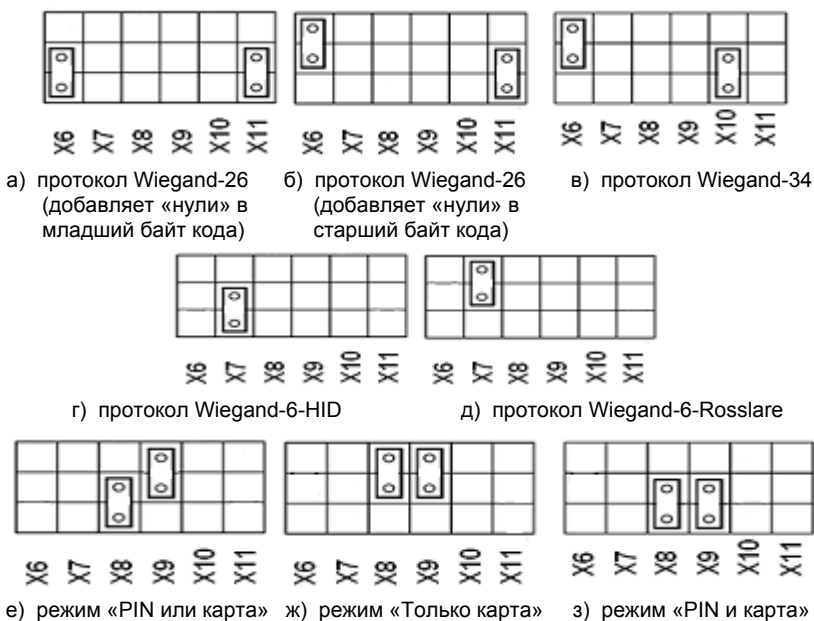

Рисунок 7 – Выбор режима работы адаптера
- в) Установить джамперы (рисунок 6, рисунок 7) в нужное положение;
Отличительной особенностью этого режима является необходимость преобразования 3-байтного кода по протоколу «Wiegand-26» в 4-байтный код по протоколу «2-WIRE». В связи с этим недостающий байт добавляется «нулями» в младший байт кода (XXXXXX00), если перемычка на X6 установлена в положение «вниз» (рисунок 7а) и в старший байт (00XXXXXX), если перемычка на переключателе X6 установлена в положение «вверх» (рисунок 7б).
При установке перемычки на переключатель X10 в положение «вниз» (рисунок 7в), адаптер преобразует сигналы протокола «Wiegand-34». В этом режиме 4-байтный код по протоколу «Wiegand-34» преобразуется также в 4-байтный код по протоколу «2-WIRE», поэтому положение перемычки на переключателе X6 не критично. Она может быть установлена как в положение «вниз», так и в положение «вверх», на работу адаптера это не влияет.
при установке перемычки на переключатель X7, адаптер преобразует сигналы считывателя с клавиатурой, работающей в стандартах «Wiegand-6-HID» или «Wiegand-6-Rosslare»; при этом используется протокол «Wiegand-6-HID», если перемычка на X7 установлена в положение «вниз» (рисунок 7г) и протокол «Wiegand-6-Rosslare» если перемычка на переключателе X7 установлена в положение «вверх» (рисунок 7д).
При установке переключки на переключатель X8 в положение «вниз», а переключки X9 в положение «вверх», адаптер работает в режиме «PIN или карта» (рисунок 7е).
При установке переключки на переключатели X8, X9 в положение «вниз», адаптер работает в режиме «PIN и карта» (рисунок 7з).
При установке переключки на переключатели X8, X9 в положение «вверх», адаптер работает в режиме «Только карта» (рисунок 7ж).